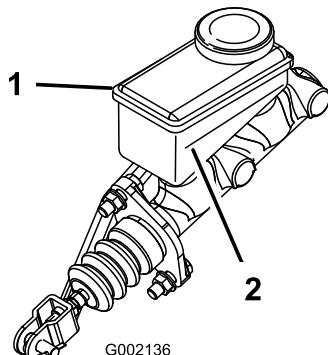

図 15
3. タンクの側面についているマークで、量を点検する図 15。
- B. 最低ラインより上まで DOT 3 ブレーキ液を補給する図 15。
5. ダッシュボード上部にゴム栓を取り付ける図 15。